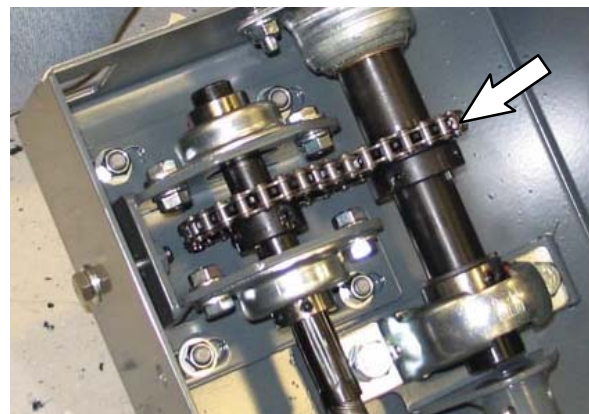

ABB. 36
33. Entfernen Sie die Lenkkette. (Abb. 36)